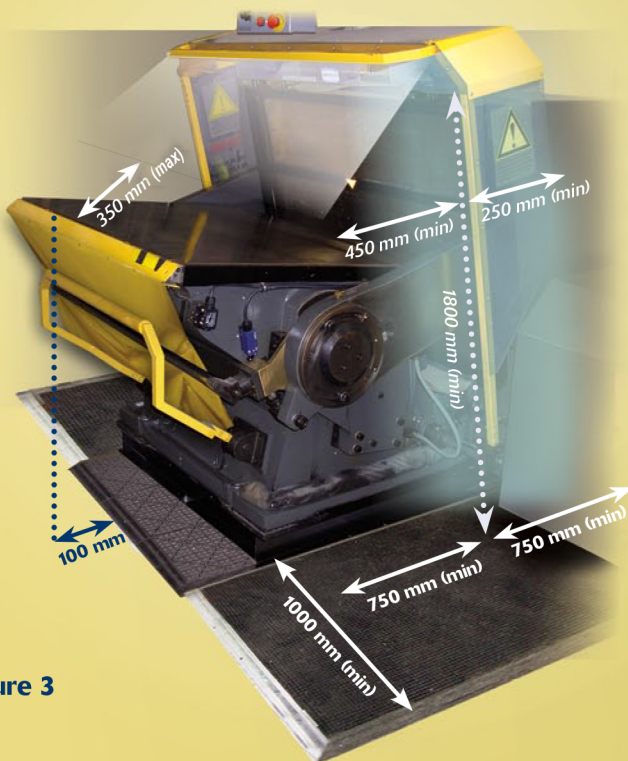

Figure 3
Tapis sensible placé de chaque côté de la presse et sur le devant (voir figure 3)
Faisceau laser (voir figure 3)
- ▶ **Les tapis sensibles** (voir figure 3) doivent correspondre à la catégorie 3 et avoir une largeur minimale de 1000 mm à partir du bâti de la machine. La longueur doit dépasser de 750 mm le plan de coupe de la presse platine. Sur le devant, le bord du tapis le plus rapproché de l'opérateur se situe à 100 mm de la limite de la platine mobile. Les tapis doivent être protégés contre les dommages physiques.
- ▶ **Les dispositifs de balayage par faisceaux laser** doivent couvrir une zone de 200 mm à 300 mm de large sur les côtés. Latéralement les faisceaux laser devraient couvrir, à partir du plan de coupe, 250 mm vers l'arrière et 450 mm vers l'avant tout en couvrant une zone d'une hauteur de 1800 mm. La zone couverte au-dessus de la platine mobile devrait laisser un maximum de 350 mm sans protection (voir figure 3).